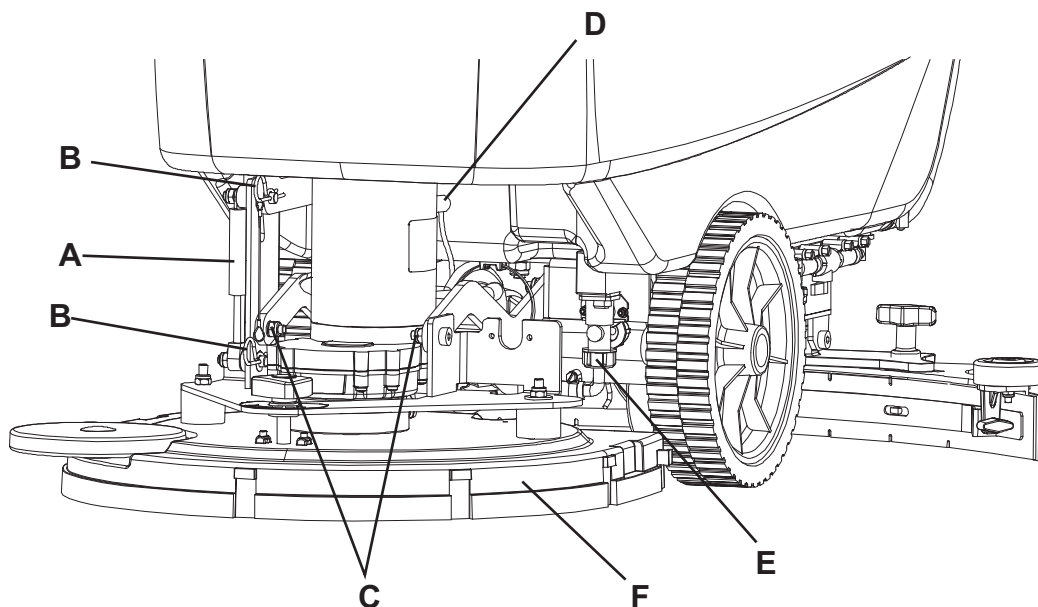

Рис. 12
3. Опустите платформу щетки/держателя прокладки, нажав педаль (11).
4. Удалите шпильки (B, Рис. 12) и пневматическую пружину (A), если они установлены.
5. Отсоедините электрический разъем (D) двигателя щетки/держателя прокладки.
6. Отсоедините узел шланга раствора (E).
7. Удалите винты (C), затем снимите платформу щетки/держателя прокладки (F).